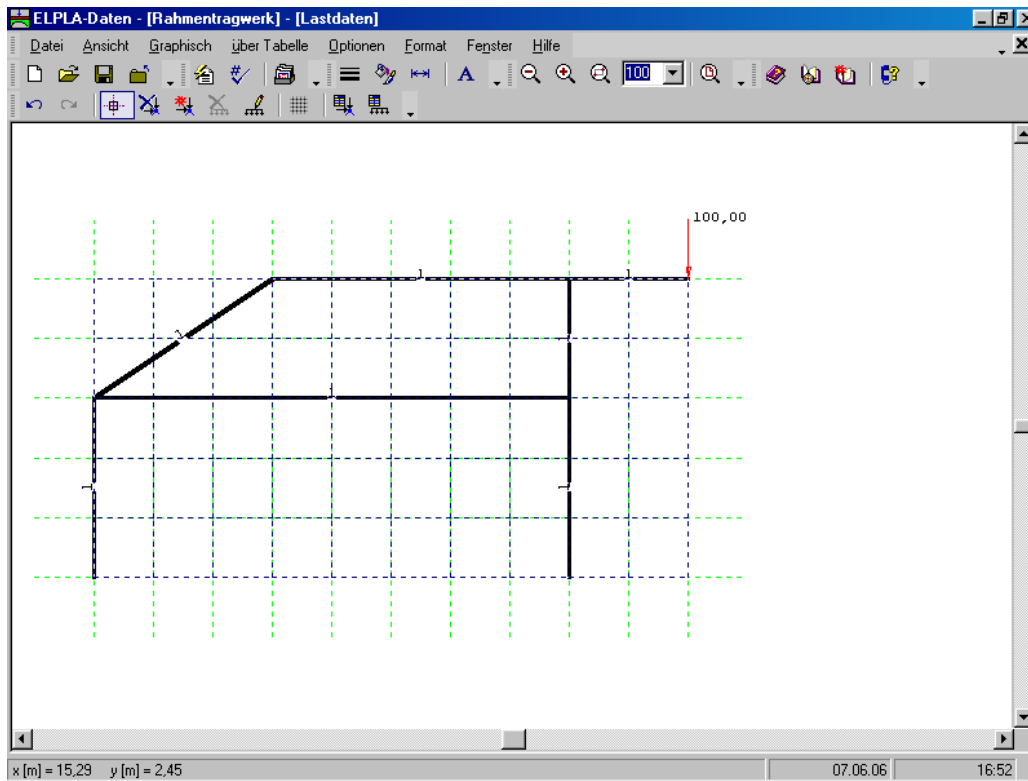

Bild 7-29 Vertikale Knotenlast auf dem Bildschirm
Nach der Definition der vertikalen Knotenlast sollte der Bildschirm wie das folgende Bild 7-29 aussehen.
- Wählen Sie den Befehl "Lastdaten speichern" aus dem "Datei"-Menü im Bild 7-29, um die Lastdaten zu speichern